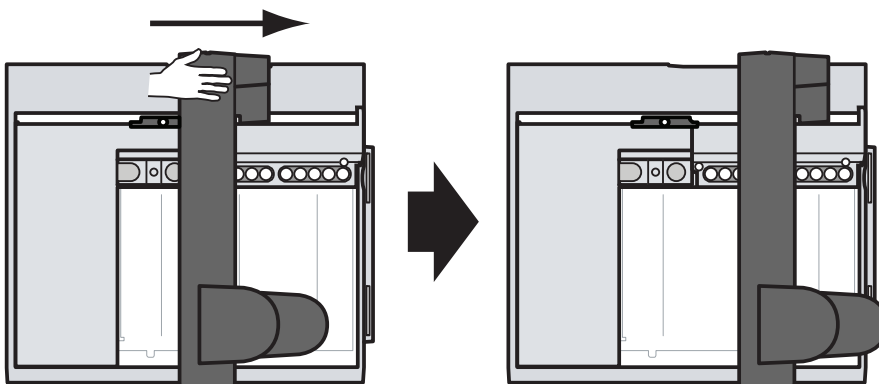

Figura 7 Deslizamiento del puente hacia el soporte de montaje de la bandeja de muestras
- 4 Coloque las manos en el puente, como se muestra en Figura 7, y empujelo ligeramente hacia el soporte de montaje de la bandeja de muestras hasta que pueda acceder a la abrazadera de transporte restante.